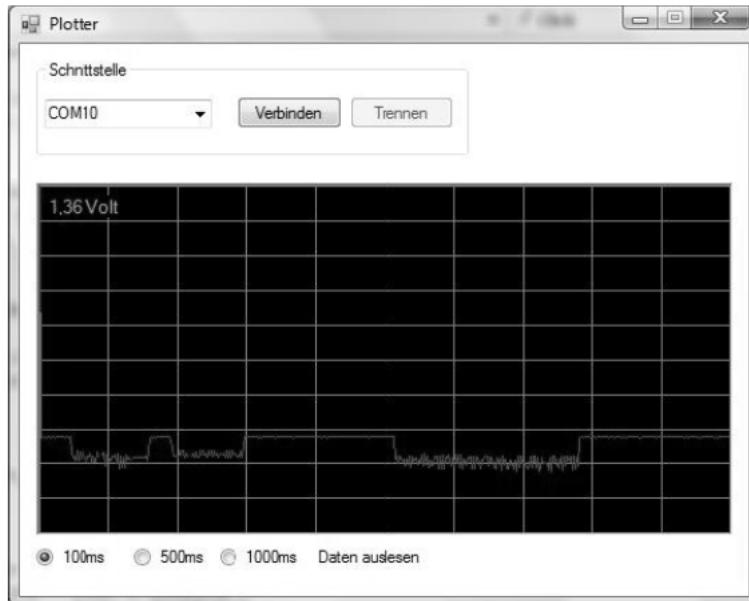

Рис. 10.25. Программа VB.NET для самописца напряжения
Программа самописца напряжения (листинг 10.27) записывает результаты измерения через интервалы 100, 500 и 1 000 мс. Программа VB.NET посыпает для этого в определенное время стартовый байт (55) в плату микроконтроллера Arduino. После принятия стартового байта начинается измерение и контроллер Arduino посыпает назад результат измерения и контрольную сумму в программу VB.NET. Далее снова происходит пересчет обоих байтов в результат измерения и отображение значения в графическом окне программы (рис. 10.25). Такая регистрация данных подойдет для самых различных приложений. Хорошие примеры — запись температуры, слежение за зарядом и разрядом аккумулятора, контроль напряжения в сети и т. д.